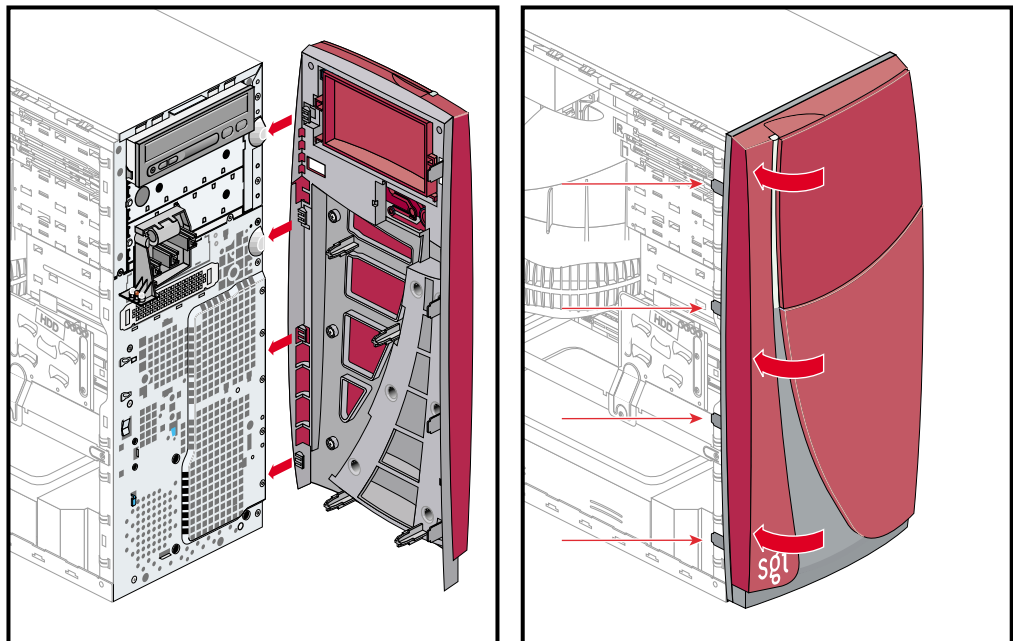

Abbildung 4-46 Anbringen der Frontblende
1. Richten Sie die vier Laschen an der rechten Seite der Frontblende mit den vier Aussparungen an der rechten Gehäuseseite aus. Siehe Abbildung 4-46.
2. Klappen Sie die linke Seite der Frontblende zum Gehäuse, bis die Laschen auf der linken Seite des Gehäuses einrasten. Siehe Abbildung 4-46.